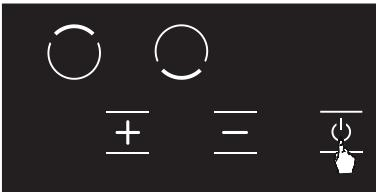

Afbeelding 9
2. Druk één maal op de relevante kookzone selectieknop. Het **H** pictogram wordt weergegeven als het de eerste maal aanraakt. (Zie Afb. 9)